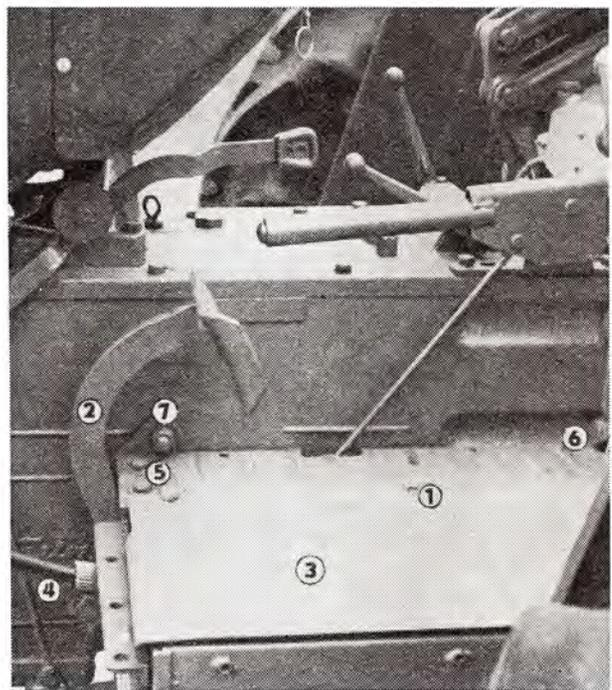

Abb. 77
1. Zwei Schrauben M 8 (Abb. 77/1) sind aus der Batterieabdeckung auszuschrauben.
2. Der Kupplungsfusshebel (Abb. 77/2) ist leicht niederzutreten, die Abdeckung der Batterie (Abb. 77/3) ist im Vorderteil über den Kupplungsfusshebel anzuheben und in Richtung nach vorne zum Motor herauszuschieben.
3. Von der Batterie ist die Kunststoff-Abdeckung abzunehmen, die Klemmleiste herauszuschieben, die Batterie von den Klemmen zu lösen und die Zuleitungskabel zum + Pol der Batterie (Abb. 77/4) aus dem Kasten herauszuziehen; die gelöste Batterie ist aus dem Kasten herauszuschieben. (Beim Herausziehen des Zuleitungskabels zum + Pol der Batterie muss der - Pol auch bei der zweiten Batterie gelöst werden, um einen Kurzschluss zu vermeiden).
6. Zwei Schrauben M 8 sind aus dem Fussboden auszuschrauben. (Abb. 77/5).
7. Aus dem Getriebegehäuse ist die Schraube M 10 (Abb. 77/6), welche den Boden am rückwärtigen Teil des Getriebegehäuses befestigt, auszuschrauben.
9. Zwei Muttern M 12 sind von den Schrauben der Fussbodenkonsole (Abb. 77/7) abzuschrauben und die Schraube M 12 ist aus dem Getriebegehäuse auszuschrauben.